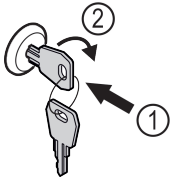

Fig. 150
- ▶ Introducir la llave Fig. 150 (1).
- ▶ Girar la llave 90° en sentido horario Fig. 150 (2).